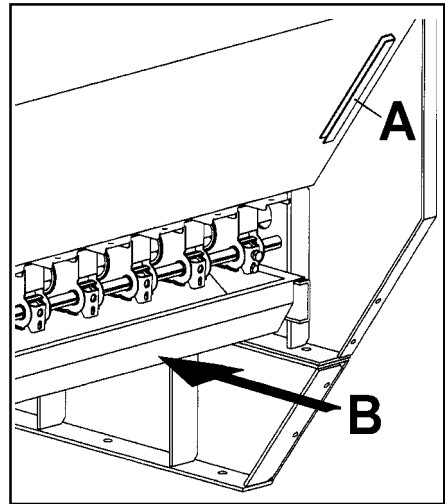

fig. 9
**SECONDE:** on doit retirer l'auget de sa place (A, fig. 9) et on doit le faire glisser horizontalement dessous les distributeurs (B, fig. 9).